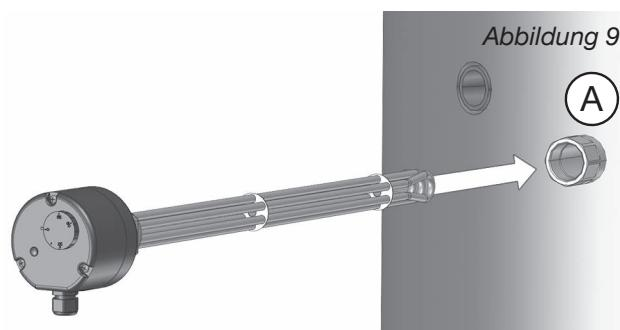

Abbildung 9
8. Führen Sie den Heizkörper vorsichtig waagerecht in die Montageverlängerung (A) ein (Abbildung 9).